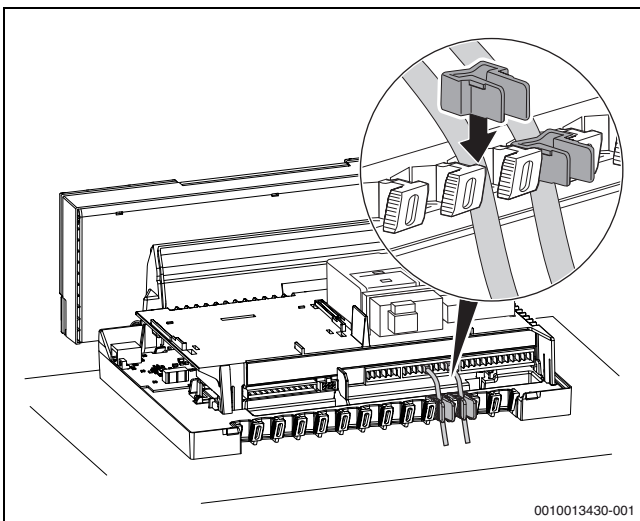

Рис. 20 Крепление проводов фиксаторами
Закрепите все провода фиксаторами (→ рис. 20)
- ▶ Установите фиксатор для кабеля (→ рис. 20), для этого нажмите вниз, фиксатор должен надежно закрепить кабель.